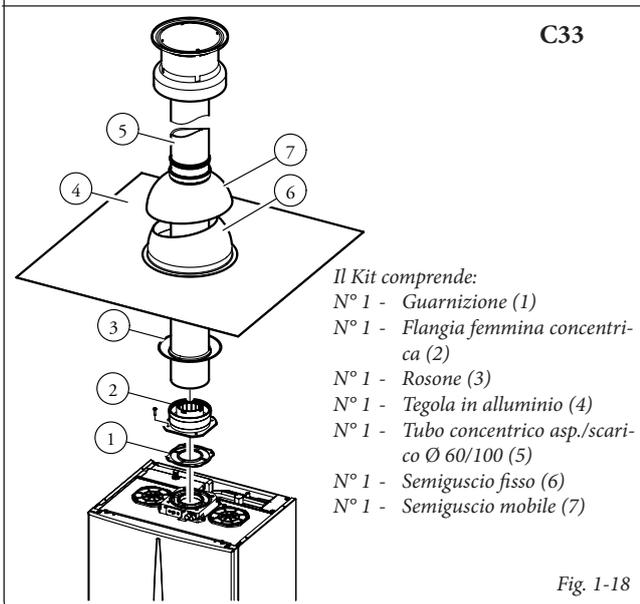

Fig. 1-18
- Kit verticale concentrico di aspirazione e scarico. Questo terminale permette l'aspirazione dell'aria e lo scarico dei fumi direttamente all'esterno dell'abitazione in senso verticale (Fig. 1-18 ÷ 1-19).
Montaggio kit (Fig. 1-18): installare la flangia concentrica (2) sul foro centrale della caldaia interponendo la guarnizione (1) (che non necessita di lubrificazione) posizionandola con le sporgenze circolari verso il basso a contatto con la flangia di caldaia e serrare con le viti presenti nel kit.